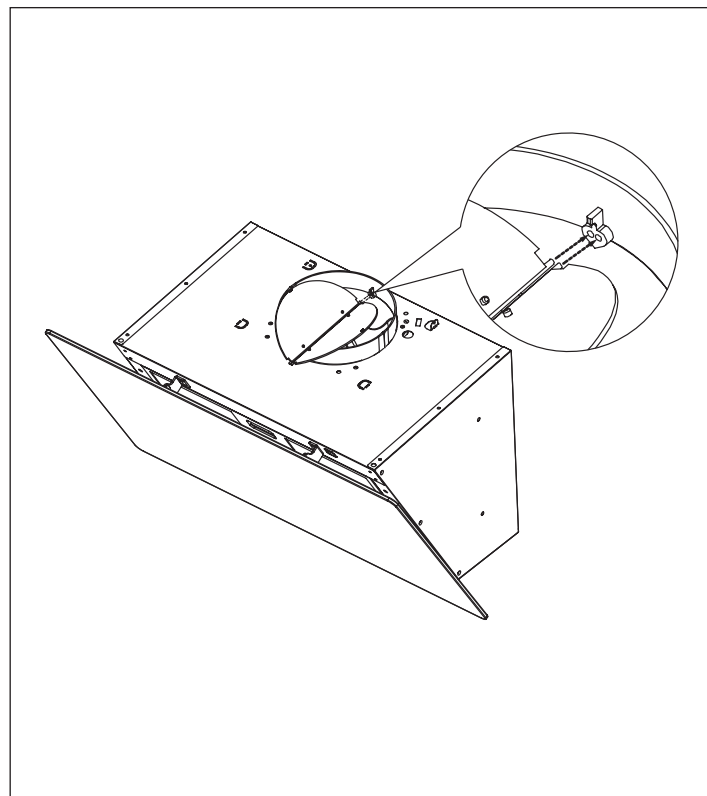

Рис. 5
4. Вставьте лепестки возвратного клапана вытяжки (Рис. 5).